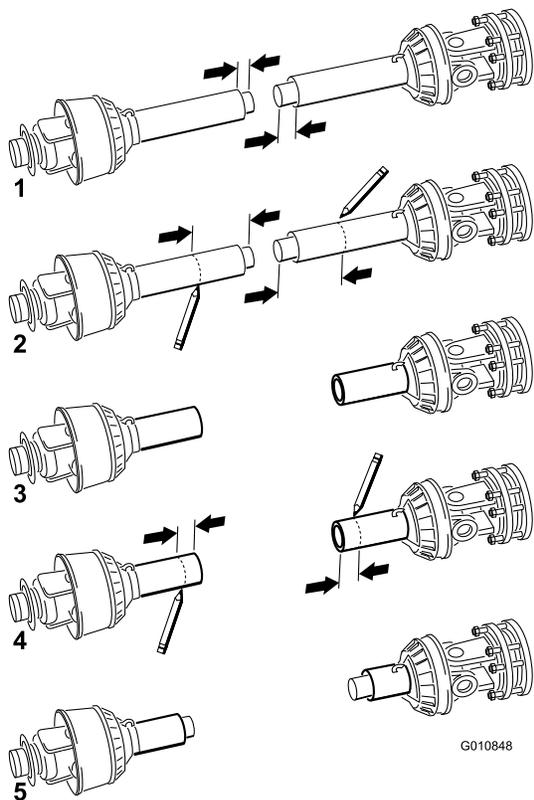

図 15
10. 外側シャフトと内側シャフトを分離する（図 15；図の1）。
11. 各シャフトの端から安全シールドまでの距離を測る（図 15；図の1）。それぞれの距離を記録する。
12. 手順 8 で決定した寸法位置を、各 PTO シャフトのシールド上で測り、マーキングしてシールドを切り落とす（図 15；図の 2 と 3）。
13. 手順 11 で決定した寸法を使って、安全シールドのみを切断し、各シャフト部分が露出するようにする（図 15；図の 4 と 5）。